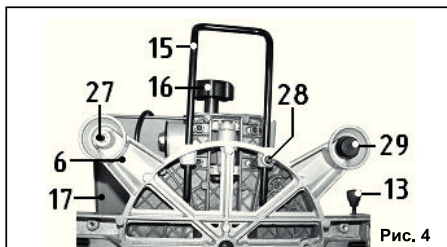

Рис. 4
8.2. Установка заднего упора (Рис.4)
8.2.3. Как показано на (Рис.4), установите заднюю опору (15) в посадочные гнезда на основании (6) до упора.
8.3. Стационарная установка пилы на верстаке (Рис.4)
8.3.2. Демонтируйте резиновую ножку (29) на основании (6), как показано на (Рис. 4). Слева резиновая ножка (29) демонтирована.